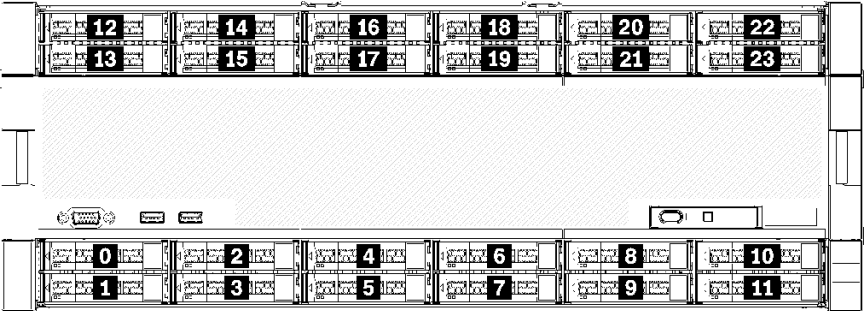

図9. ドライブ・ベイの位置
- 上から 2 台のドライブでは SAS、SATA、または NVMe インターフェース・ドライブがサポートされています (Lenovo AnyBay)。このサーバーは、サーバー構成に応じて最大 12 台の NVMe ドライブをサポートできます。20 ページの図 9「ドライブ・ベイの位置」に示されているように、NVMe 対応ドライブ・ベイは偶数のベイです。